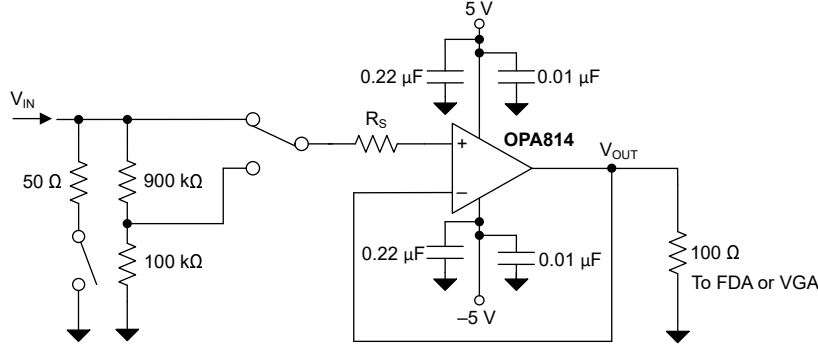
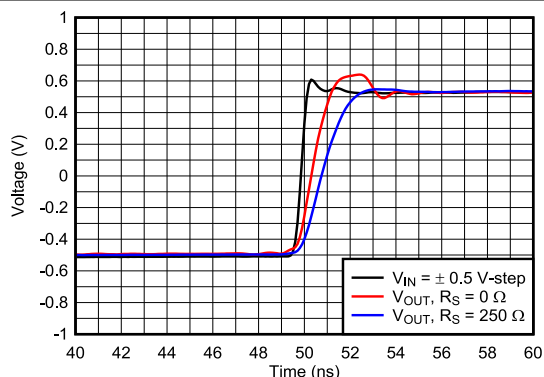
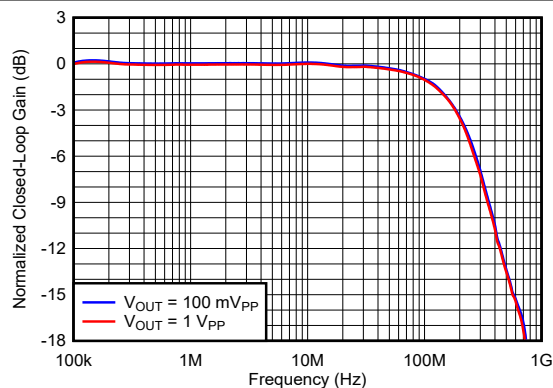

图 8-4. 高输入阻抗 180MHz 数字转换器前端放大器
图 8-5. 数字转换器前端的阶跃响应
图 8-6. $R_S = 250\ \Omega$ 时的频率响应
- **优化过冲：**OPA814 具有内部压摆增强电路，可在需要高压摆率的应用中（例如配置为跨阻放大器时）加快上升速度。对于必须限制过冲的应用，通过引入串联电阻 (R_S) 来限制输入压摆率；另请参阅图 8-4。电阻 R_S 在 OPA814 的同相引脚上形成一个输入电容约为 2.5pF 的低通滤波器，从而限制了放大器的输入压摆率。图 8-5 显示了限制放大器的输入压摆率如何实现良好的过冲性能。图 8-6 显示了此配置如何实现 180MHz 的小信号和大信号带宽。